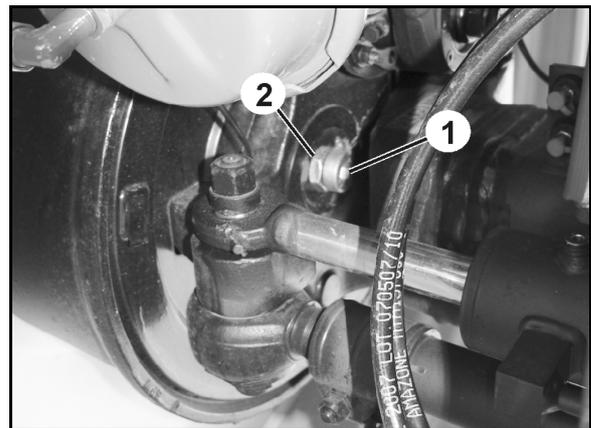

Fig. 45
2. Apretar los tornillos de tope (Fig. 45/1) del tambor del freno y asegurarlos con una contratuerca (Fig. 45/2).